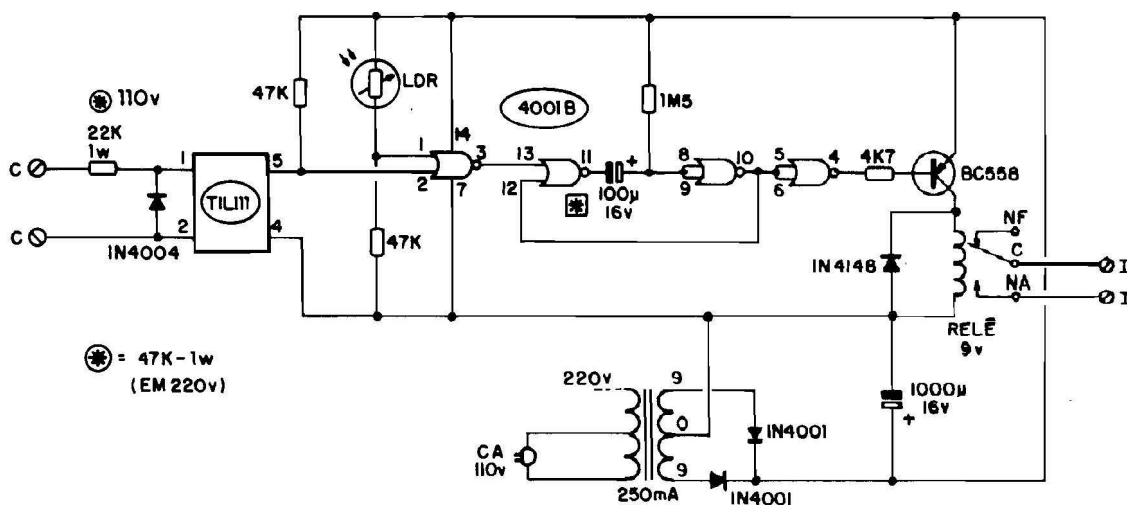

Fig. 1
- FIG. 1 - O CIRCUITO - Apesar da relativa complexidade das suas funções, o esquema do PORTAU é muito simples, usando componentes em pequena quantidade (todos de fácil aquisição...). O núcleo do circuito é um Integrado Digital da "família" C.MOS, o 4001B (barato e comum), que contém 4 **gates** com função "NOR" (não ou), de duas entradas cada, todas inteligentemente aproveitadas na organização da montagem... Os dois gates "centrais", delimitados pelos pinos 11-12-13 e 8-9-10 formam um simples MONOESTÁVEL (temporizador) cujo período é determinado pelos valores do resistor de 1M5 e capacitor de 100u... Notem que, com o citado valor resistivo, a temporização corresponde a aproximadamente 1 **segundo por microfarad** (do capacitor). Os 100u, portanto, "dão" um tempo de aproximadamente 100 segundos (pouco mais de 1 minuto e meio...). Se o caro Leitor/Hobbysta achar tal período curto ou longo demais, poderá facilmente alterá-lo, mudando o valor do dito capacitor (sempre considerando a razão de 1s/uF...). O disparo do MONOESTÁVEL é feito pelo pino 13 do 4001B, e apenas se dá quando tal pino "vê" um nítido nível digital "alto", na exata transição de "subida"... Esse comando é fornecido pelo primeiro **gate** (pinos 1-2-3),